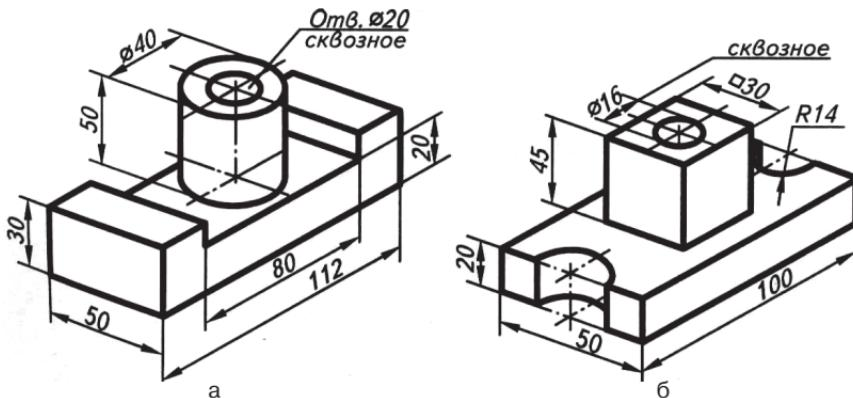

Рис. 172
1. Создайте 3D-модели с помощью операций «приклейте выдавливанием» и «вырезать выдавливанием» (рис. 172). Сохраните модели.